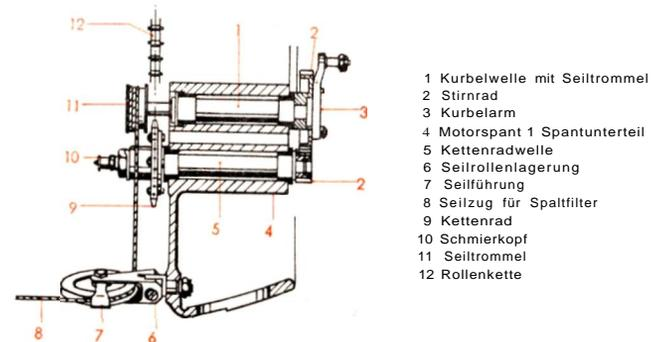

Abb. 14 Seilbetätigung für Spaltfilter (bei Gußspant)
Während die Bedienstange durch einen Winkelhebel von der Rollenkette unmittelbar angetrieben wird, erfolgt der Antrieb des Seilzuges von der Rollenkette (12) (Abb. 14) aus über Kettenrad (9), Kettenradwelle (5), Stirnräder (2), Kurbelwelle (1) und Seiltrommel (11). Hierbei wird der Seilzug (8) auf die Seilrolle (11) aufgewickelt bzw. von der Rolle abgerollt. Eine Rückzugfeder, die unter dem Motor an der Kühlstoffleitung befestigt ist, zieht das abgerollte Seil sowie den Hebel des Spaltfilters in seine Endstellung zurück.